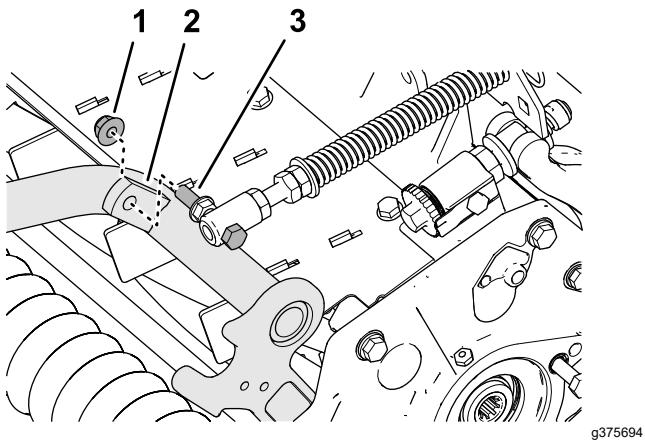

Bild 9
- Montieren Sie die Kopfschraube der Rasenkompen-sierungsfeder an der rechten Lasche des Trägerrahmens (Bild 9) mit der Sicherungsbundmutter ($\frac{3}{8}$).